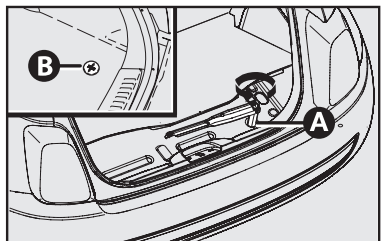

fig. 2
- Para retirar el auxilio, con la ayuda de la llave de la rueda retirar la tapa protectora **B-fig. 2** y girar el tornillo del mecanismo, (localizado dentro del baúl, debajo de la alfombra) **A-fig. 2**, en el sentido anti horario hasta que se caracterice el bloqueo del movimiento de la llave por el tope del mecanismo.
- Recolocar la tapa de protección **B-fig. 2**.